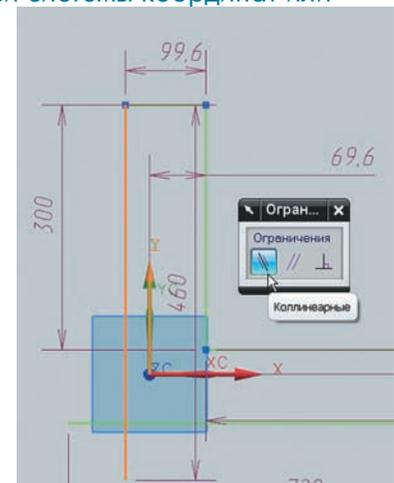

Рисунок 2.7. Условие коллинеарности
- Нажмите кнопку задания ограничений и выберите одну из вертикальных прямых, а затем ось Y. В диалоге команды будут отображены возможные геометрические ограничения. Выберите условия коллинеарности (рис. 2.7).